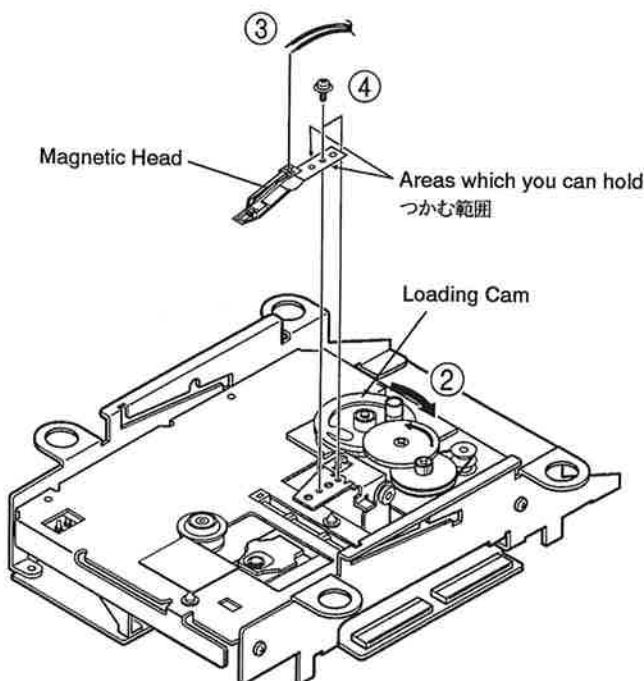

Fig. 1-4
1-3. Replacing the Magnetic Head (Refer to Figs. 1-4 and 1-5)
- * As the magnetic head is liable to deform, hold it on the portion where the reinforcement plate is provided. (See Fig. 1-4.)
1-3. 磁気ヘッドの交換 (図1-4, 1-5 参照)
- * 磁気ヘッドは変形しやすいので、手でつかむときは補強板の付いた部分をつかむようにすること。(図1-4参照)